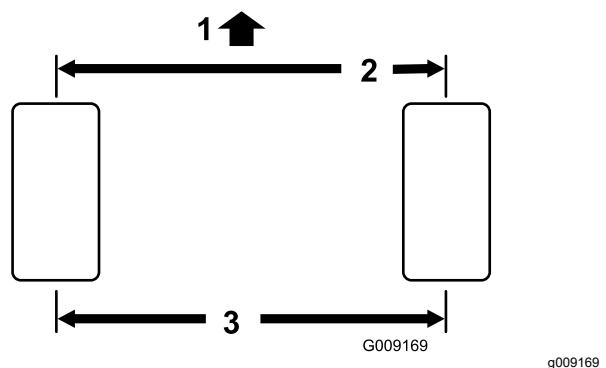

Figura 82
- Meça a distância de centro a centro (à altura do eixo) na zona dianteira e traseira dos pneus da direção (Figura 82).